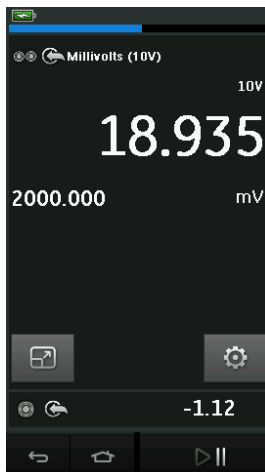

Abbildung 2-18: Kalibratorfenster – erweiterte Ansicht
- Abbildung 2-18 zeigt eine erweiterte Ansicht des ausgewählten Kanals, während die verbleibenden Kanäle minimiert sind.